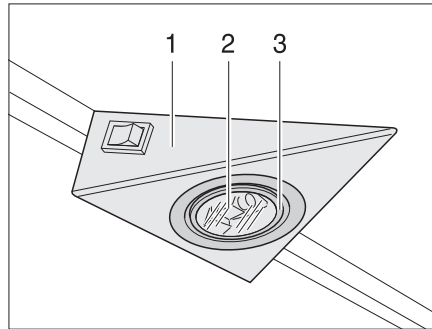
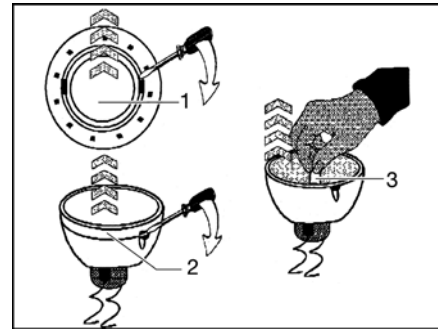

Bild 179 Infälld halogenlampa
Bild 180 Byt halogenglödlampan
Den infällda halogenlampan är monterad försänkt i ett hus (Bild 179,1).
- Bänd ut den inre täckringen (Bild 179,3 resp. Bild 180,1) med hjälp av ett lämpligt platt verktyg (t. ex. skruvmejsel) från höljet.
- Ta bort täckringen med glasskivan (Bild 179,2).
- Tag ut halogenglödlampan (Bild 180,2).